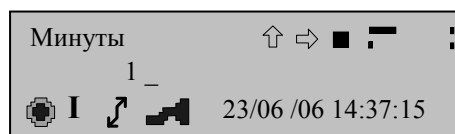

Рисунок 11
- для перехода ко второму и последующим символам пароля необходимо активизировать пиктограмму «Вправо» и нажать кнопку управления ПРОСМОТР (курсор должен переместиться на следующую позицию) (рисунок 11);